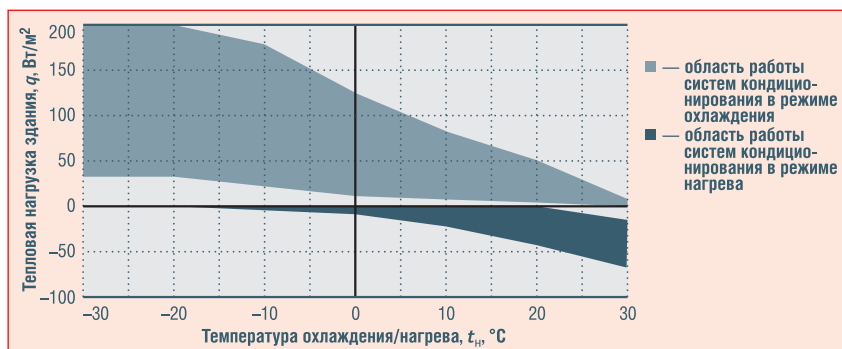

Рис. 2. Совмещенный график тепловых нагрузок здания
Подставляя значения минимальных и максимальных удельных тепловыделений в уравнения (2) и (3) для административных зданий при различной температуре наружного воздуха получаем значения совмещенного графика тепловых нагрузок здания в режиме охлаждения и в режиме нагрева (рис. 2).